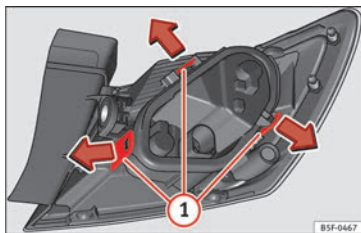

Fig. 219 Linguetas de fixação na parte posterior da unidade de luz traseira.
- Desmonte o porta-lâmpadas » **Fig. 219** desbloqueando as linguetas de fixação ①.